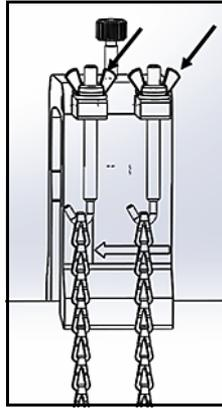

Figure 31 : fixez l'étrier
7. Serrez les écrous pour fixer l'étrier sur le tuyau (voir la *Figure 31* ci-dessous).